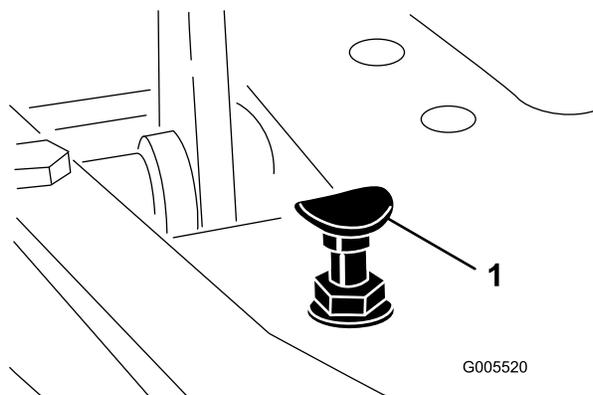

図 42
モードレバーを移動走行位置にセットし、ペダルを一杯に踏み込めば最高速度となります。ケーブルに張力が掛かる前にペダルがストップ 図 42 に当たる場合には調整が必要です。
1. モードレバーを移動走行位置にセットし、ペダルストップを固定しているロックナットをゆるめる 図 42。